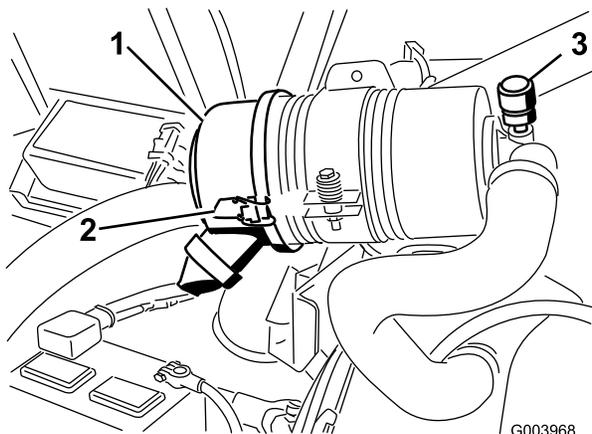

Figura 61
Faça a manutenção ao filtro de ar apenas quando o indicador de manutenção (Figura 61) o exigir. Mudar o filtro de ar antes de ser necessário apenas aumenta a possibilidade de entrar sujeidade no motor quando se retira o filtro.
1. Liberte os trincos que fixam a cobertura do filtro de ar ao respectivo corpo (Figura 61).